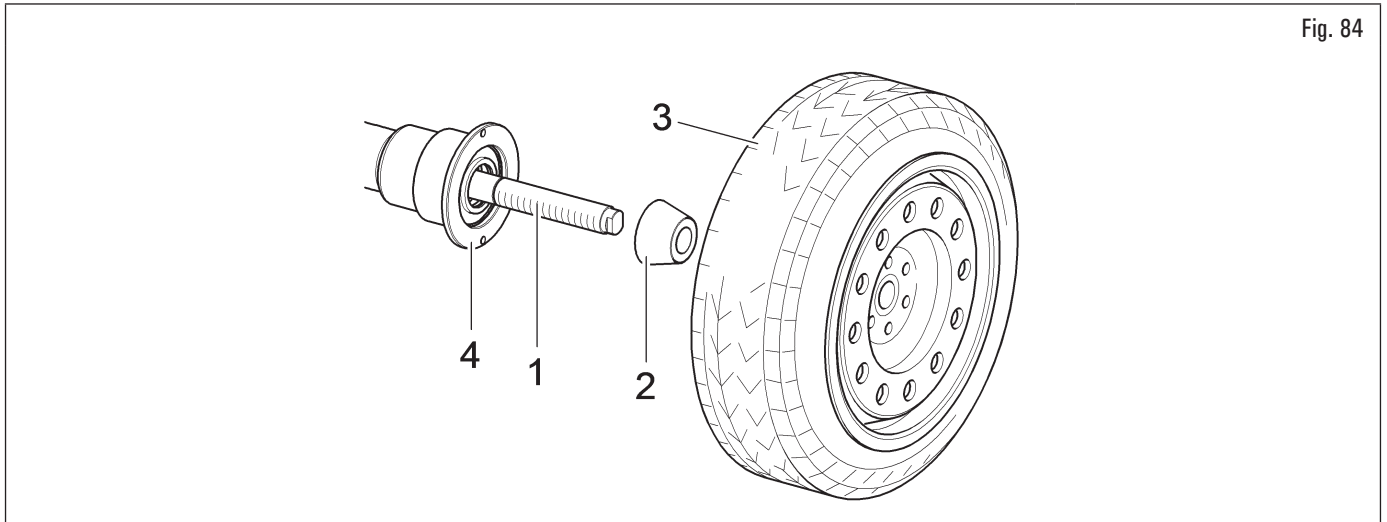

Fig. 84
1. Rimuovere qualsiasi tipo di corpo estraneo dalla ruota (Fig. 84 rif. 3): pesi già esistenti, pietre e fango e accertarsi della pulizia del mandrino (Fig. 84 rif. 1) e della zona di centraggio del cerchio prima di montare e fissare la ruota sul mandrino;
2. scegliere attentamente il cono (Fig. 84 rif. 2) adatto alla ruota da equilibrare. Questi accessori dovrebbero essere scelti in base alla forma del cerchio. Posizionare la ruota (Fig. 84 rif. 3), montando il cono (Fig. 84 rif. 2) sul mandrino (Fig. 84 rif. 1) con attenzione (altrimenti può capitare che questo si grippi) fino ad arrivare contro la flangia di appoggio (Fig. 84 rif. 4);